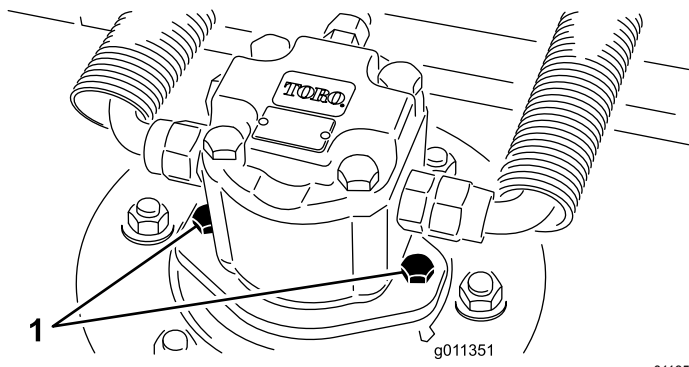

Figura 71
2. Desconecte el motor hidráulico y retírelo de la carcasa (Figura 71). Tape la parte superior del eje para evitar la contaminación.
3. Instale el motor hidráulico en la carcasa (Figura 71). Asegúrese de que la junta tórica está correctamente colocada y que no está dañada.